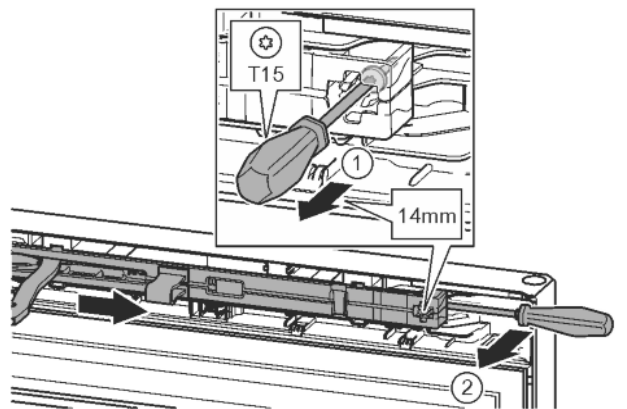

Fig. 11
- ▶ Schraube an Schließdämpfereinheit mit Schraubendreher T15 ca. 14 mm lösen. Fig. 11 (1)
- ▶ Mit einem Schraubendreher griffseitig hinter die Schließdämpfereinheit fahren und nach vorne drehen. Fig. 11 (2)
- ▶ Schließdämpfereinheit herausziehen. Fig. 11 (3)